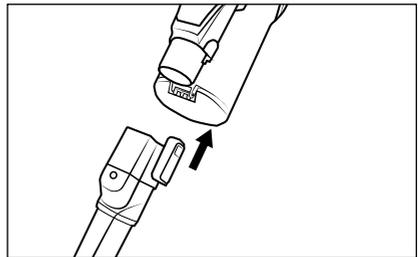

Fig. 14
- Utilisez l'embout meubles ⑭ pour aspirer des surfaces textiles, p. ex. des canapés, matelas ou sièges de voiture. Montez l'embout meubles ⑭ avant la première utilisation.
- ◆ Faites glisser l'accessoire sur le tube d'aspiration ④ ou sur l'orifice d'aspiration de l'appareil jusqu'à ce qu'il s'enclenche de manière audible avec un bruit de clic (voir fig. 14). Veillez ce faisant à respecter la bonne position du verrouillage.